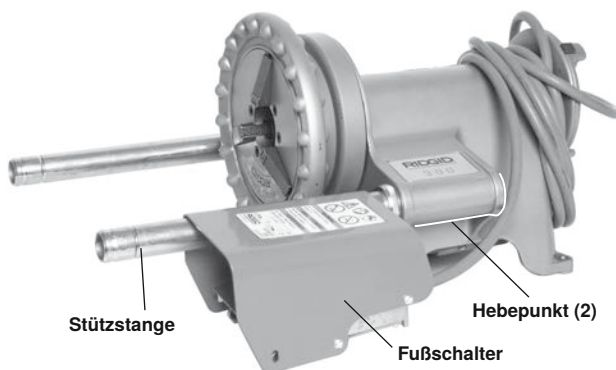

Abbildung 26 – Nur Maschine für den Transport vorbereitet
1. Wickeln Sie das Netzkabel auf und schieben Sie die Abdeckung des Fußschalters über eine Stützstange, wie in *Abbildung 26* gezeigt.